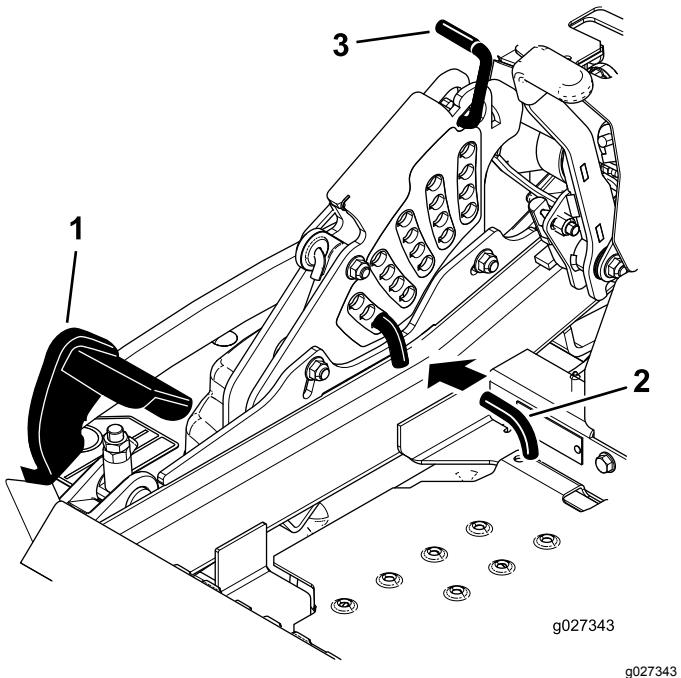

Figure 93
5. Enfoncez la pédale de levage du tablier de coupe au maximum pour verrouiller le tablier à la position transport de 14 cm (5,5 po) (Figure 93).